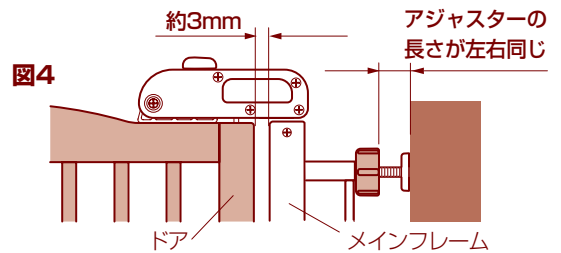

図4
- 2 上側のアジャスターノブを回してメインフレームとドア枠との隙間を約3mmになるまで締め付けて下さい。(図4参照)
- アジャスターの突っ張り力が左右均等でないと、本品が外れたり、破損する恐れがありますので、アジャスターの長さが左右同じになるように締め込んで下さい。(図4参照)